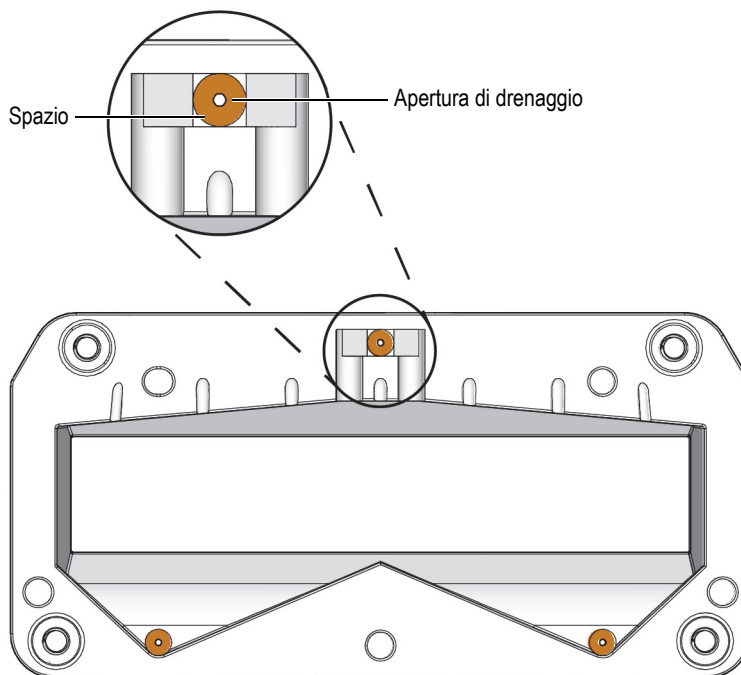

Figura 5-4 Aperture di drenaggio della linea di ritardo
Le tre cavità e le aperture di drenaggio della linea di ritardo potrebbero ostruirsi rendendo necessaria una procedura di pulizia (vedi Figura 5-4 a pagina 81.)
4. Pulire la cavità raschiandone le parti laterali e la parte inferiore rimuovendo qualsiasi residuo (vedi Figura 5-4 a pagina 81).